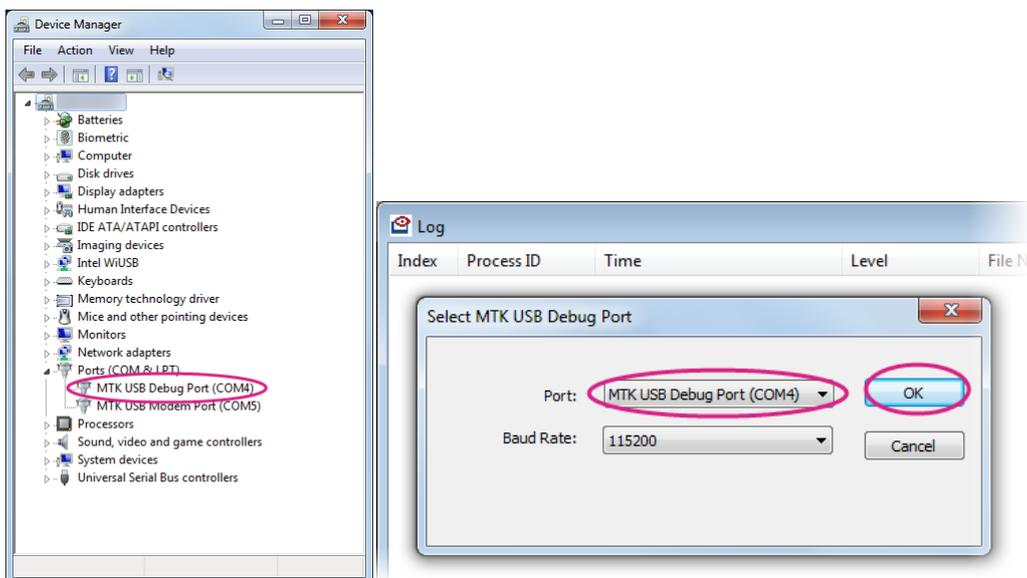

图 33 设备管理器 COM 端口
- 2) 接下来，选择 **COM** 接口如图 33，这将是联发科技 USB debug 端口，每个计算机的 **COM** 端口号各不相同，选完之后您会在**设备管理器**中看见该调试端口。点击 **OK**。